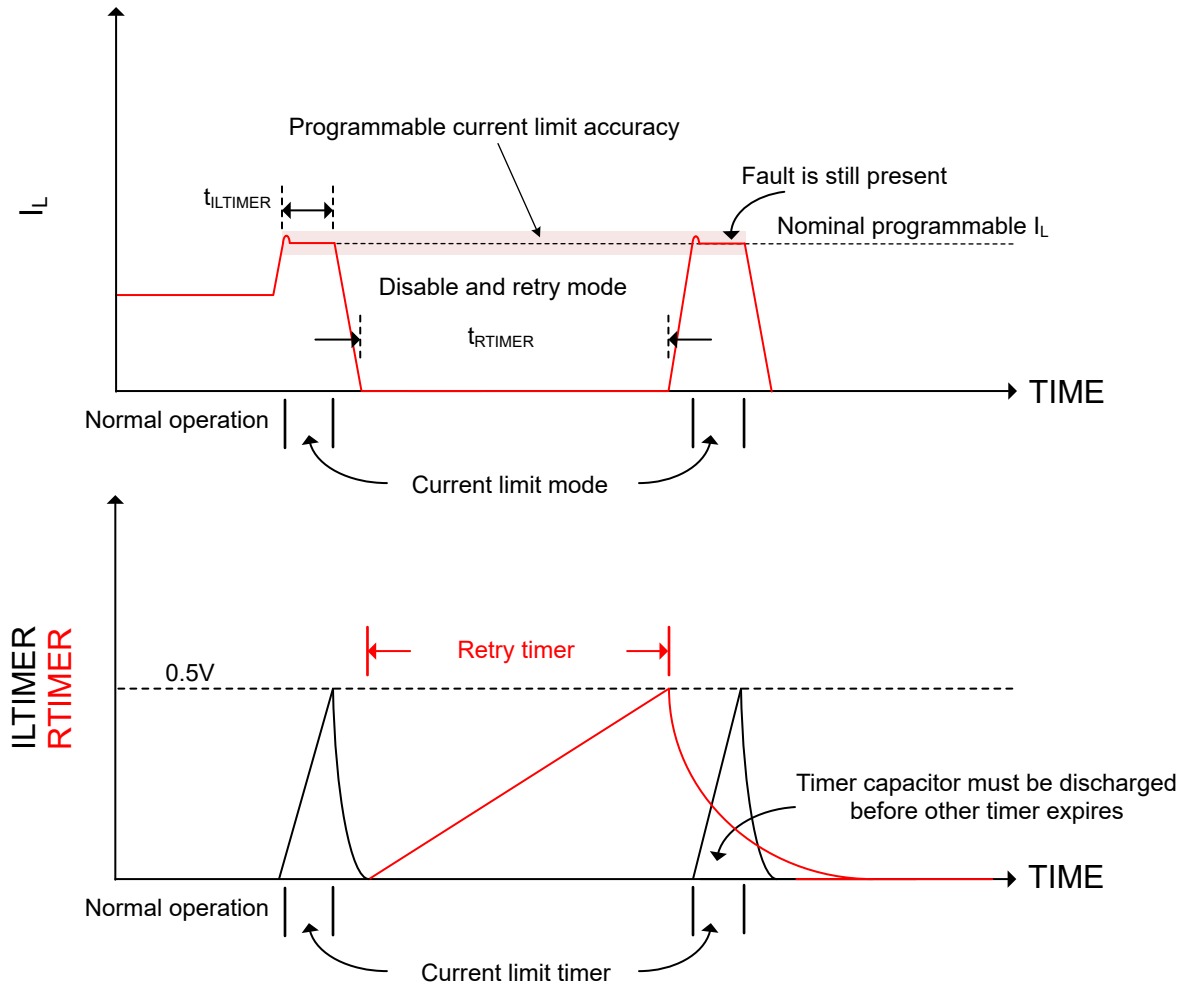

图 8-2. 可编程故障计时器电容器约束条件
必须对可编程故障计时器 **ILTIMER** 和 **RTIMER** 进行设置，使得一个计时器的电容器在另一个计时器到期之前放电，以便确保正常运行。图 8-2 展示了一种未满足该约束条件的情况，由于 **RTIMER** 比 **ILTIMER** 大得多，因此在  $C_{ILTIMER}$  达到 0.5V (即 **ILTIMER** 到期时) 之前，未对  $C_{RTIMER}$  放电。为避免这种情况，必须满足方程式 10 中所示的约束条件。使用该公式，一旦为计时器选择了电容器 (方程式 10 中的  $C_1$ )，就可以计算第二个计时器的电容器的最大值。在使用内部 **ILTIMER** 的特定情况下，假设故障仍然存在，则必须调整 **RTIMER** 电容器的大小，以便在内部 **ILTIMER** 到期之前对电容器放电。可在 电气特性：所有器件 表中找到每个计时器的内部下拉电阻。对于图 8-2 所示的情况，方程式 10 中的  $C_1$  和  $R_{PD1}$  对应于 **RTIMER**。
- 图 8-2：可编程故障计时器电容器约束条件